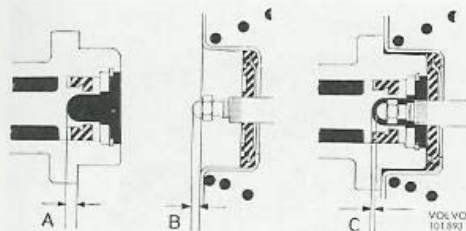

Bild 59. Tryckstängsinställning
1. Gäller 2-krets B 20. För huvudcylinderns rätta funktion får servocylinderns utgående tryckstäng inte hindra primärkolven att återgå till sitt viloläge. I monterat viloläge skall därför alltid ett spel (mätt C bild 59) finnas mellan dem.
primärkolvens centrum, mått A bild 59. Därefter mätes hur mycket tryckstäng (justerskruven) skjuter utanför servocylinderns fästplan, mått B. Vid denna mätning skall tryckstäng vara helt intryckt och undertryck råda i cylindern varför motorn vid behov startas. Mått A minskat med mått B blir därvid spelet C och skall vara 0,5–1,5 mm. Vid justering läses skruven (4 bild 81) med ett par droppar Locktite typ B.